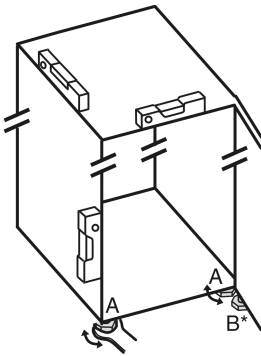

Fig. 6
- ▶ Stellfüße Fig. 6 (A) mit beiliegendem Gabelschlüssel und mit Hilfe einer Wasserwaage herausdrehen, bis das Gerät fest und ebenstehend ausgerichtet ist.
- ▶ Stellfuß Fig. 6 (B) am Lagerbock mit beiliegendem Gabelschlüssel herausdrehen, bis er auf dem Boden aufliegt.
- ▶ Stellfuß Fig. 6 (B) um 90° weiter drehen.